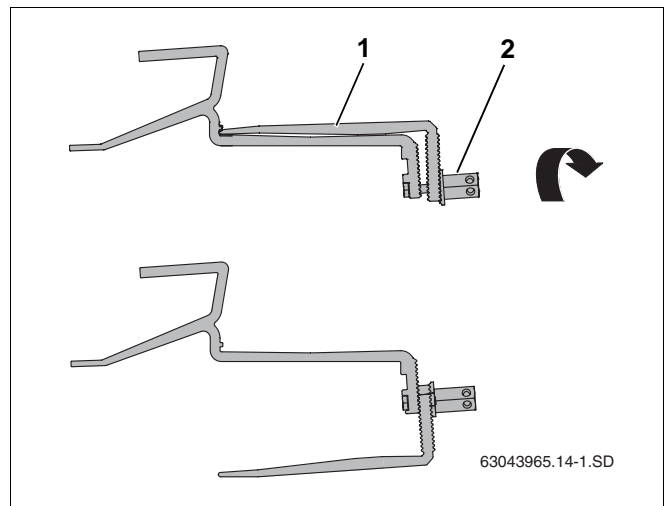

Bild 12 Vrid den nedre delen av takhaken
- Lossa den långa sexkantsmuttern (bild 12,
del (bild 12, **pos. 1**) i rätt position.